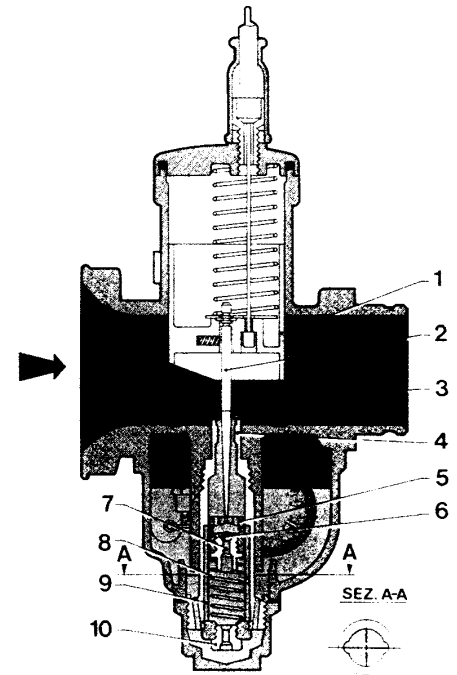

Bild 30
Bild 30 zeigt ein einfaches Beschleunigerpumpensystem.
Auf den Pumpvorgang wirkt sich auch die Länge der Nuten (9) aus, die sich an den Innenwänden der Kolbenkammer befinden (Bild 30).